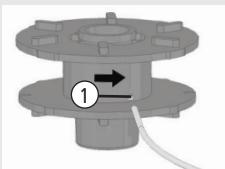

Fig. 11
Encaixe o fio no furo do carretel (1) conforme figura [Fig. 11].